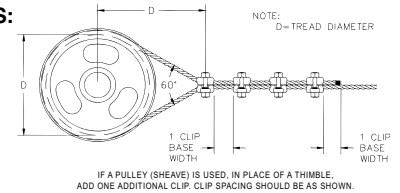

Figura 4
4. Si se utiliza una polea en lugar de un guardacabo, añada una grapa adicional. La distancia de las grapas debe ser la que se indica en el dibujo. (Ver Figura 4).
Si se utiliza una polea para doblar el cable, adicionar una grapa más. Ver figura 4.